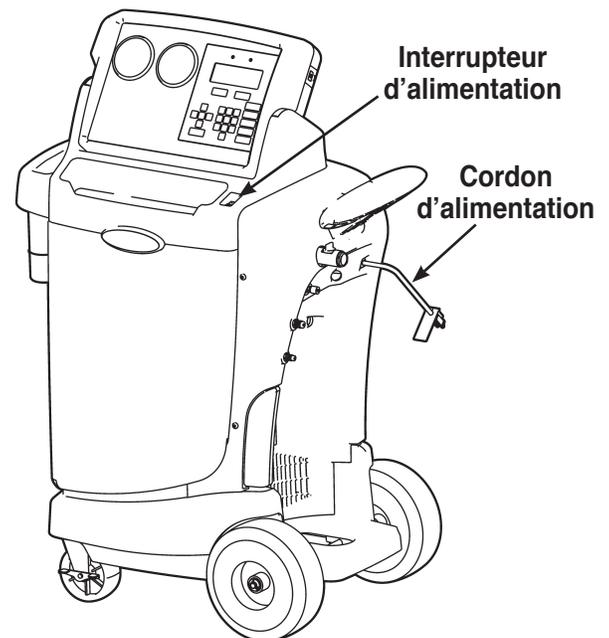

Figure 1
1. Déroulez le cordon d'alimentation de la poignée et branchez-le dans une prise adéquate. Reportez-vous à la Figure 1.